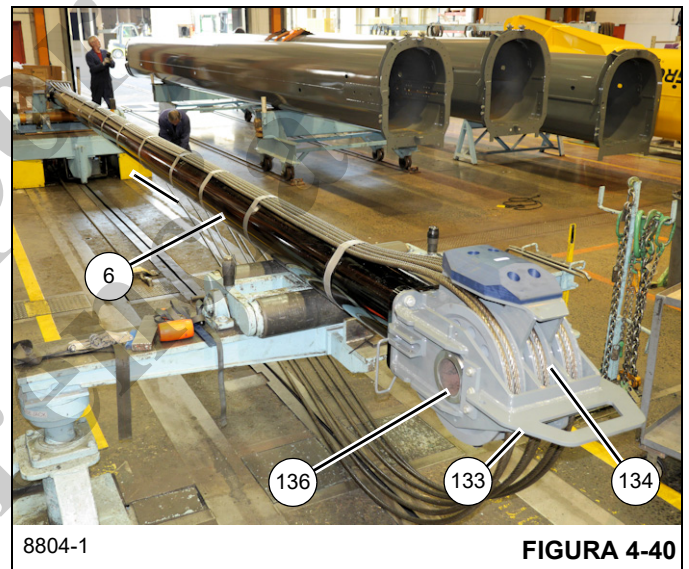

FIGURA 4-40
100. Retire seis cables de extensión de la sección telescópica 3 (139) de los conjuntos de polea (134) en la parte delantera del cilindro telescópico (6) (vea la Figura 4-40).
101. Retire la placa (137), dos pernos (111) y dos arandelas planas endurecidas (138) que fijan el eje hueco (136) en su lugar. Retire el eje hueco (136) y los seis espaciadores (135) que fijan los tres conjuntos de polea (134) al miembro soldado del montaje de la polea del cilindro telescópico (133) (vea la Figura 4-40).